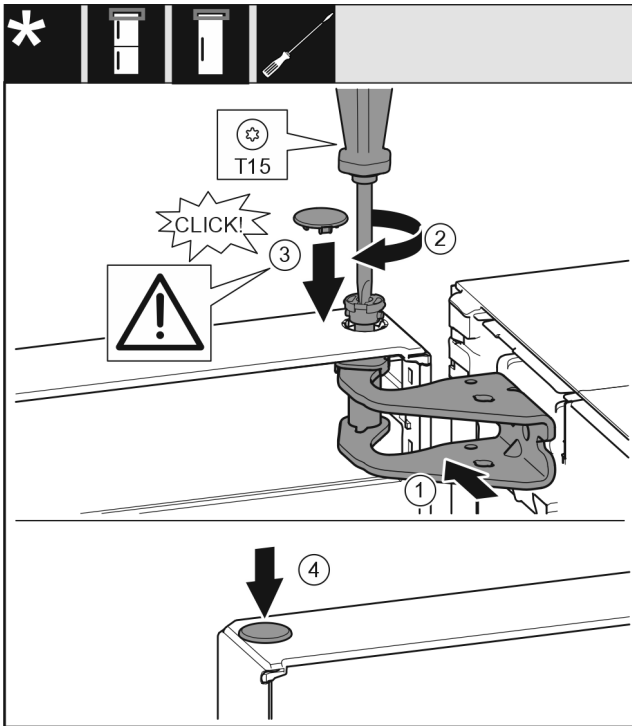

Fig. 58
- ▶ Выровняйте дверь сверху по отверстию в опорном кронштейне Fig. 58 (1).
- ▶ Вставьте палец Fig. 58 (2) и затяните отверткой.
- ▶ Установите крышку Fig. 58 (3).
- ▶ Проследите за тем, чтобы крышка Fig. 58 (3) прилегала к дверям.
- ▶ Установите крышку Fig. 58 (4).